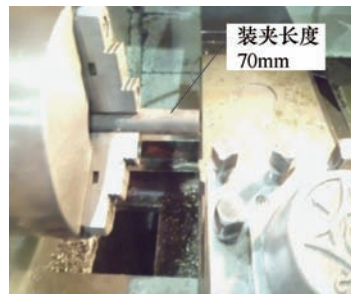

图3 装夹方式
(1) 装夹。编程之前一定要选择合理的装夹方式,由于是棒料落料式加工,夹具就选择车床自带的三爪自定心卡盘。装夹方式如图3所示,棒料应伸出三爪自定心卡盘脚外70mm长(这就是主程序G54G00X19Z0.2的位置,然后毛坯端面靠平刀具夹紧装夹基准即可)。
(2) 数控编程。编程采用主程序加调用子程序的方法来实现多件加工。首先,需要设定工